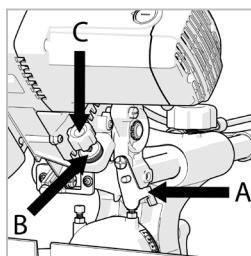

図8
切り込み深さ調整ボルト(図8)
- ・ストッププレート(図8,A)を押して、左手側に引き出します。
- ・刻みつきナットをゆるめます。(図8,B)
- ・ネジ(図8,C)を回してボルト頭部を出して、ブレードが希望の深さで止まるように調整します。
- ・刻みつきナット(図8,B)を締め直してボルトを確実に固定します。